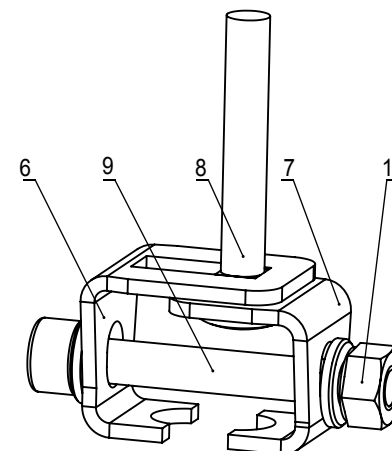
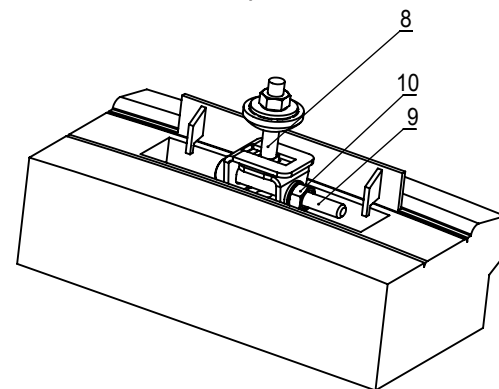

Рис. 3
Рис. 4
4. Установка захватов (рис. 3) в штатные места на крыше автомобиля (рис. 4).
так чтобы болт (поз. 8) принял вертикальное положение (рис. 4). Установка захватов завершена.